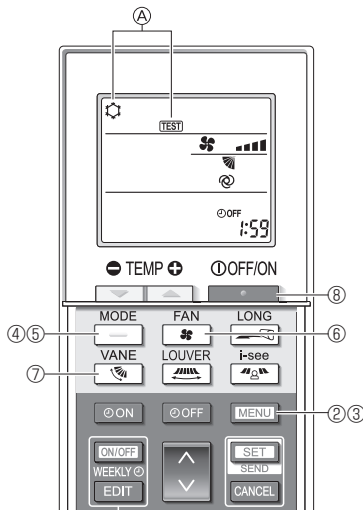

Fig. 8-5
- ① Mindestens 12 Stunden vor dem Testlauf den Netzstrom einschalten.
- ② Drücken Sie Taste **MENU** 5 Sekunden lang. (Fig. 8-5)
Es werden **A**[TEST] und die aktuelle Betriebsart angezeigt. (Fig. 8-5)